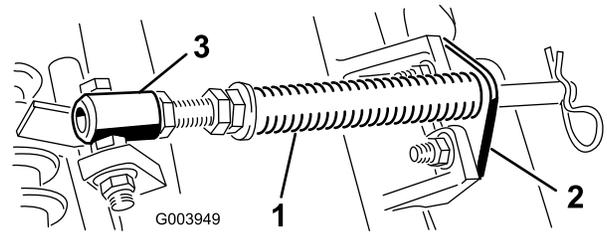

図 5
- A. カッティングユニットのタブにロッドブラケットを固定しているキャリッジボルト2本を外す(図 5)。
- B. スプリングチューブのボルトをキャリアフレームのタブに固定しているフランジナット(図 5)を外し、アセンブリを取り外す。